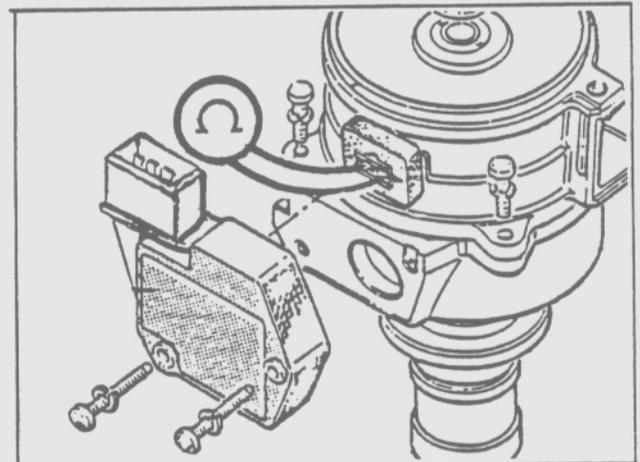

Fig. 8 - Resistencia de la bobina captora
- Conectar un óhmetro a la salida del conector, el valor leído deberá estar comprendido entre los 250 a 1150Ω (Fig. 8).